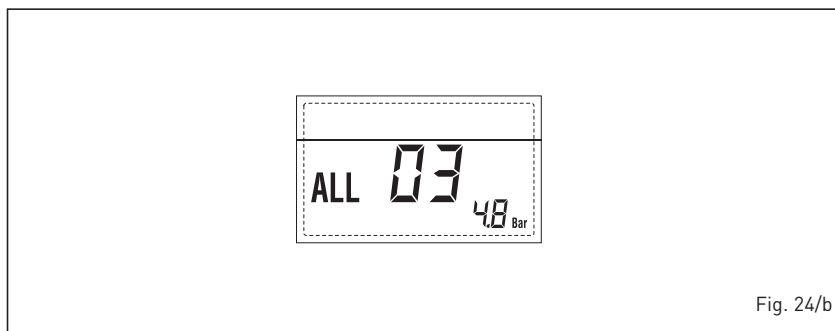

Fig. 24/b
- **ANOMALIA SONDA SANITARIO "ALL 04" (fig. 24/c)**